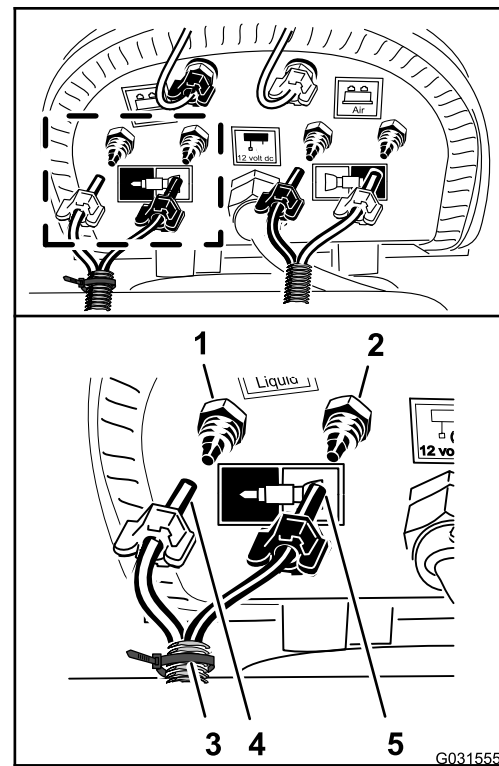

**Figure 142**
2. Insérez le tube transparent dans le raccord d'air sur la plaque latérale du compresseur (Figure 141 et Figure 142).
3. Insérez le tube bleu dans le raccord de liquide sur la plaque latérale du compresseur (Figure 141 et Figure 142).
5. Insérez le tube transparent dans le raccord d'air sur la plaque latérale du compresseur (Figure 141 et Figure 142).
6. Insérez le tube bleu dans le raccord de liquide sur la plaque latérale du compresseur (Figure 141 et Figure 142).